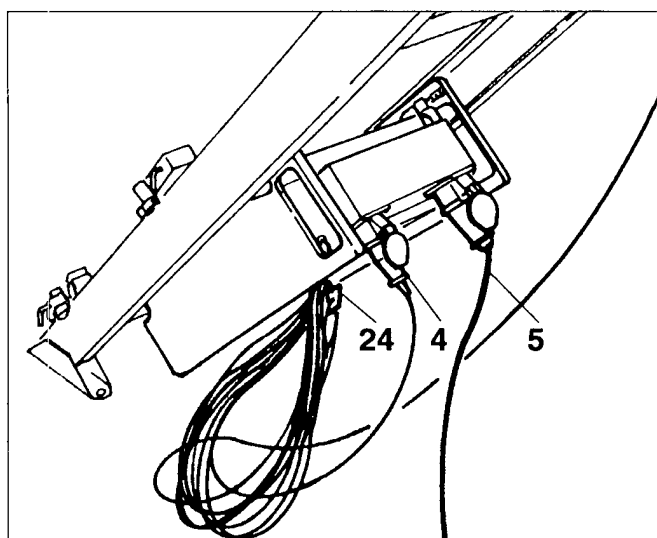

Fig. 21
- De resterende kabel zorgvuldig oprollen en aan de haak (24-Fig. 21) hangen. – Anders bestaat er gevaar voor ongevallen door blijven hangen of beschadiging van de kabel.